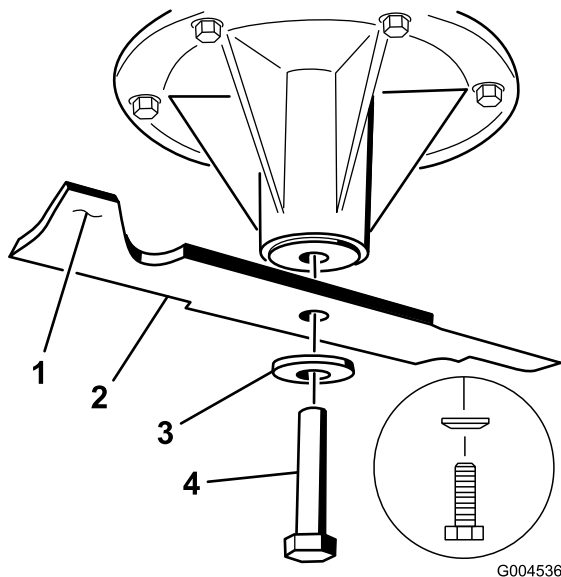
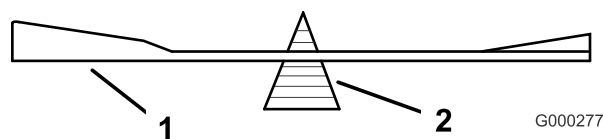

Figura 79
Figura 81
2. Retire del eje el perno de la cuchilla, la arandela curva y la cuchilla (Figura 79).
2. Verifique el equilibrio de la cuchilla colocándola sobre un equilibrador de cuchillas (Figura 81). Si la cuchilla se mantiene horizontal, está equilibrada y puede utilizarse. Si la cuchilla no está equilibrada, rebaje algo el metal en la parte de la vela solamente (Figura 79). Repita este procedimiento hasta que la cuchilla esté equilibrada.